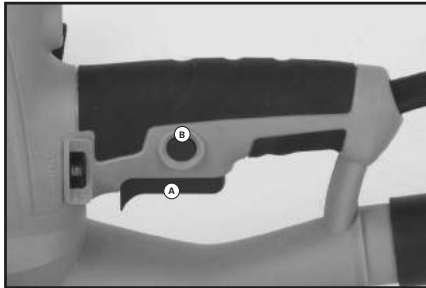

Fig. 5A +B
- Premere l'interruttore a pressione. (Fig. 5A)